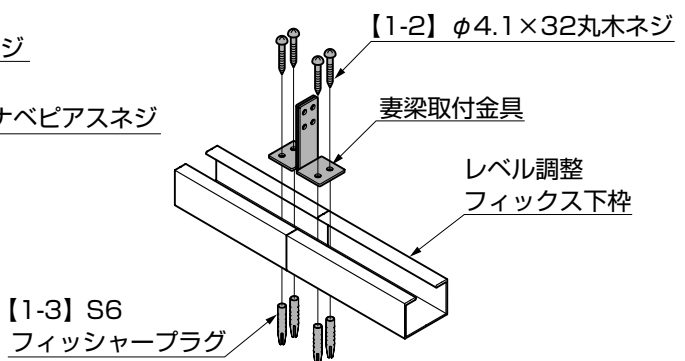

図2-3 B部詳細図
- ③レベル調整フィックス下枠と連結する箇所の妻梁取付金具、レベル調整フィックス下枠を【1-2】、【1-3】で取付けてください。(図2-3参照)
- ④連結しない箇所の妻梁取付金具をレベル調整フィックス下枠に【1-1】で取付けてください。